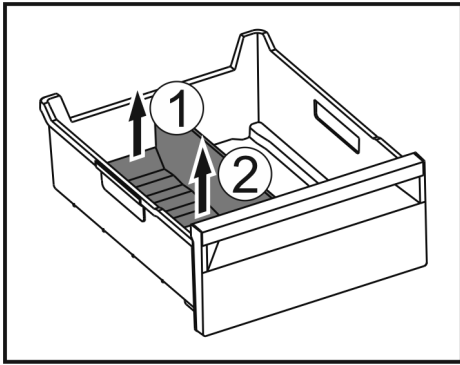

Fig. 120
- ▶ Повдигнете задната част на разделителя на отделението за лед. Fig. 120 (1)
- ▶ Извадете разделителя на отделението за лед нагоре. Fig. 120 (2)